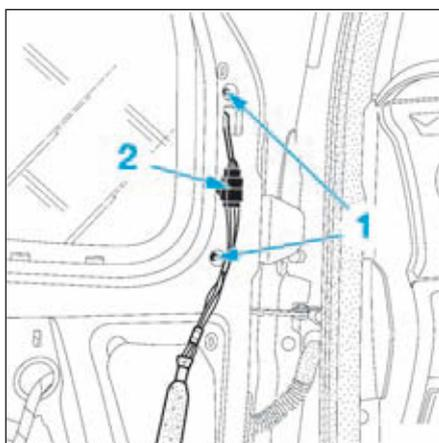

FIG.81
- Déposer les vis (1) (Fig.81).
- Débrancher le connecteur électrique (2).